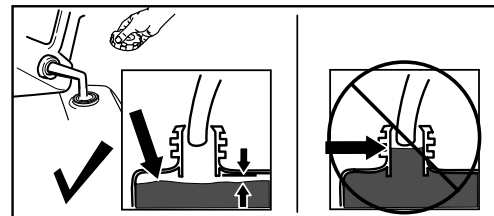

Figura 13
- Retirada de obstrucciones del conducto de descarga; consulte Cómo limpiar un conducto de descarga atascado \(página 20\). Utilice la herramienta desatascadora (Figura 13), no las manos, para retirar obstrucciones del conducto de descarga.